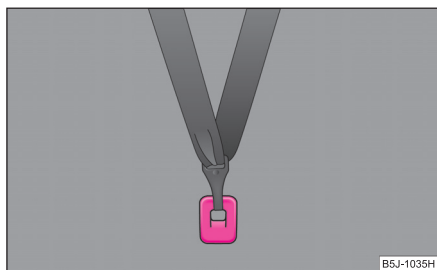

Abb. 156 Rücksitz: Top Tether
Bei Fahrzeugen mit geteilten Rücksitzen* sind für die Erhöhung der Sicherheit der beförderten Kinder die Sitze mit dem Befestigungssystem „Top Tether“ ausgestattet ⇒ Abb. 156.
- Befestigen Sie die Kindersitze mit dem „Top Tether“-System nur an den dafür vorgesehenen Stellen ⇒ Abb. 156.